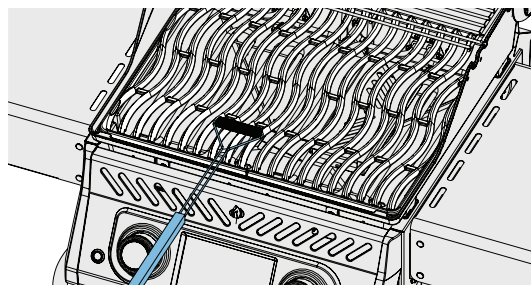

Fig. 4
- Riste af rustfrit stål kan rengøres ved at forvarme grillen og bruge en stålborste til at fjerne rester. (Fig. 4)